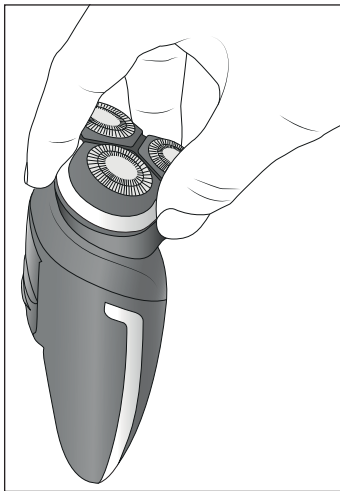

Fig. 2
- 1) Agarre a unidade de corte ❷ com três dedos nas pegas encastradas ❸ e remova-a (ver fig. 2).